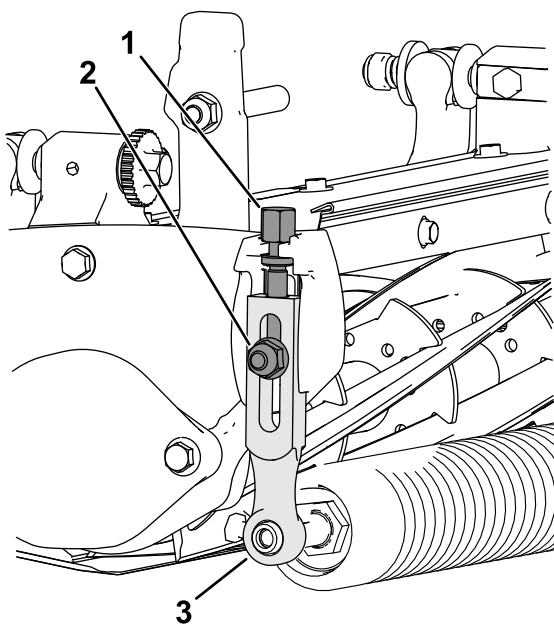

图 9
1. 松开将剪草高度臂固定到滚刀组侧板上的锁紧螺母 图 9。